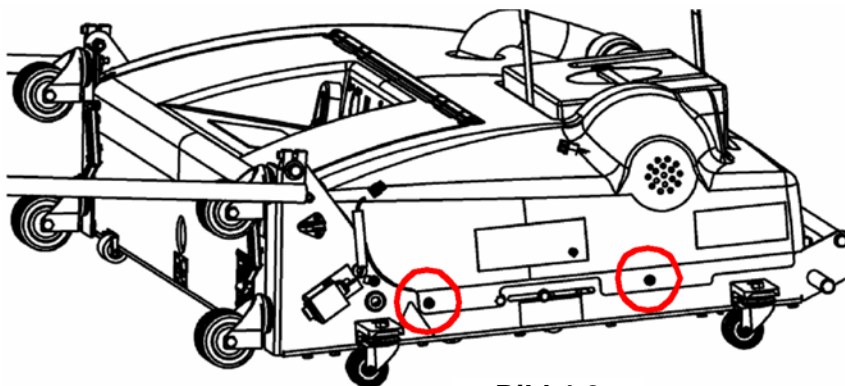

Bild 4-2
1. Lås upp oljeutrymmets dörrspärrar, koppla från vakuumslangen och ta ut avfallstanken, ta av locket till rengöringsmedelstanken, skruva av de två skruvarna på vardera sida av huven (se bild 4-2) och lyft av huven från ramen. Lägg skruvarna åt sidan.